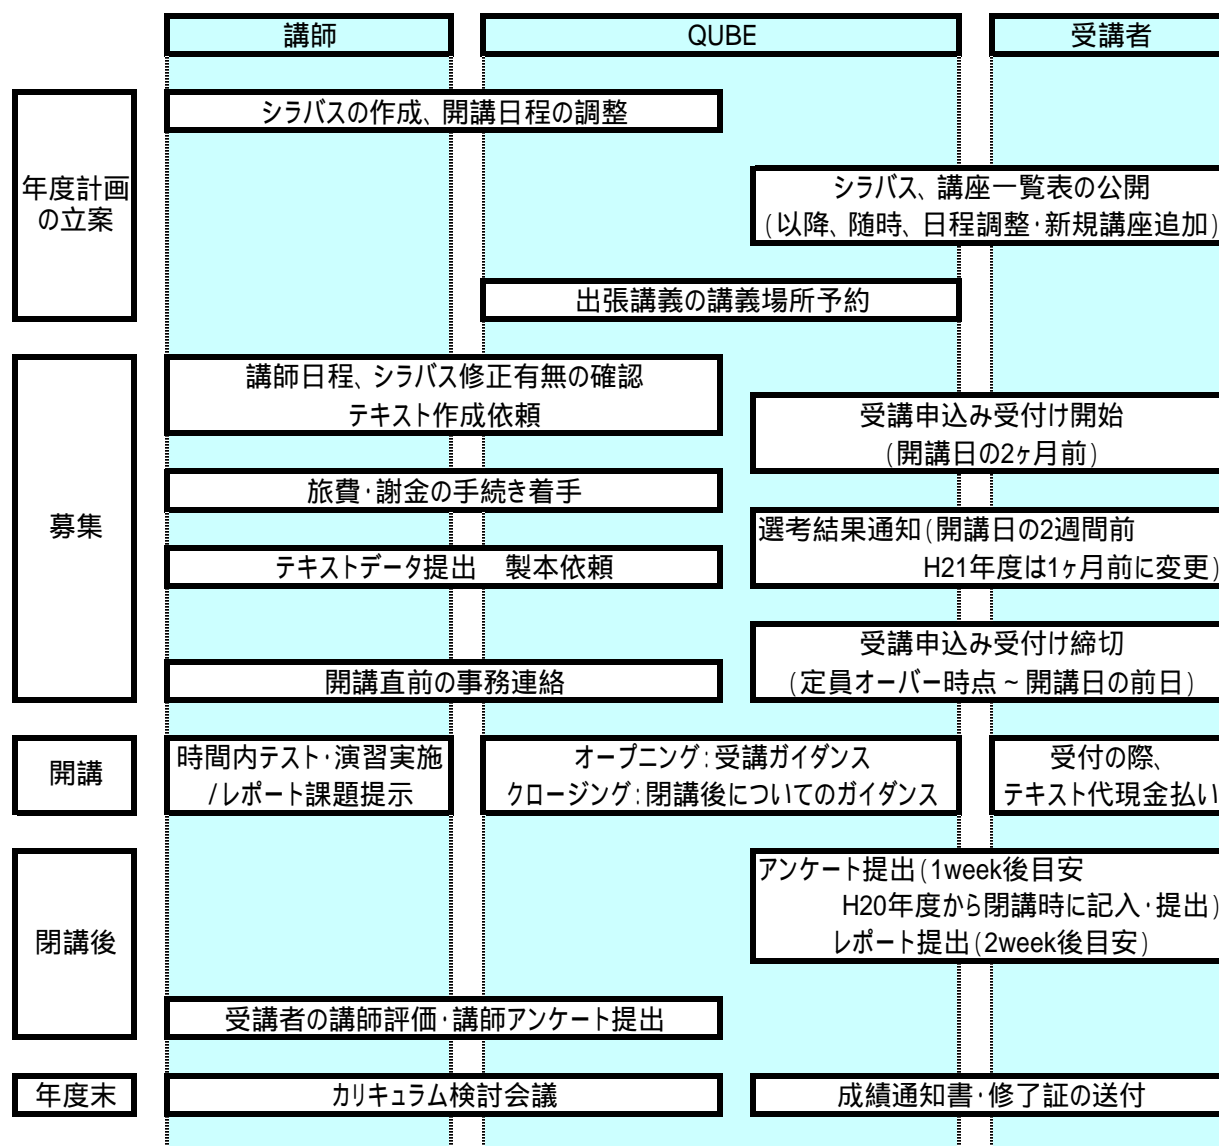

図 5.1 QUBE 開講フロー
- 5) 受講者の予習・復習用参考図書を購入(講義室内図書コーナーの蔵書は累計約 200 種)を行った。講座の実施フローを図 5.1 に示す。